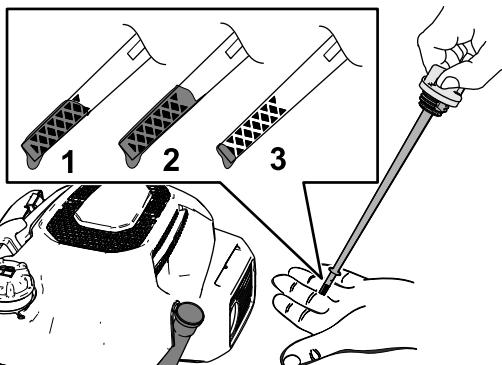

Bild 16
5. Prüfen Sie den Ölstand am Peilstab (Bild 16).